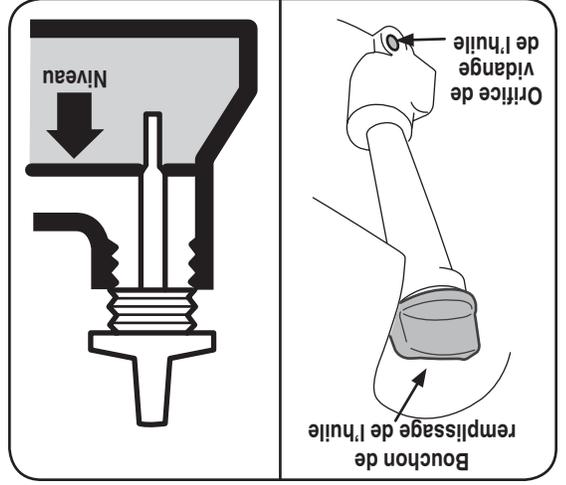

Figure 4-1
3. Faites le plein avec l'huile recommandée (voir le chapitre Utilisation) et vérifiez le niveau d'huile. Voir la Figure 4-1.
1. Retirez le bouchon de remplissage de l'huile et videz l'huile en enlevant le capuchon de l'orifice de vidange ou en tournant la tondeuse sur le côté (côté avec filtre à air sur le haut). Laissez l'huile couler dans un récipient approprié. Voir la Figure 4-1.